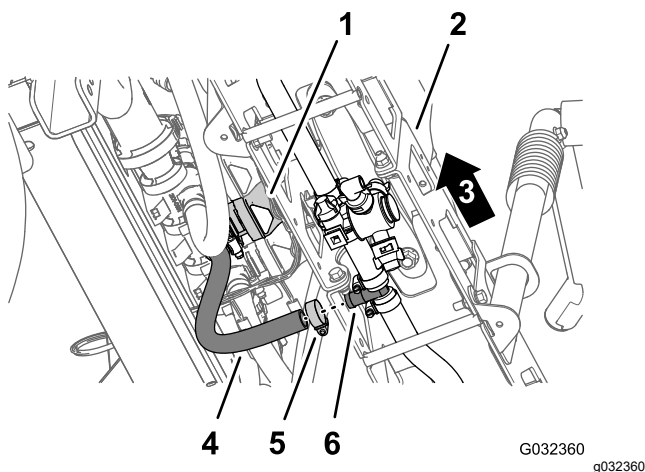

Figura 38
5. Debajo de la sección de brazo central, retire la abrazadera que sujeta la manguera de suministro de la sección de brazo al conector en T dentado (Figura 38).